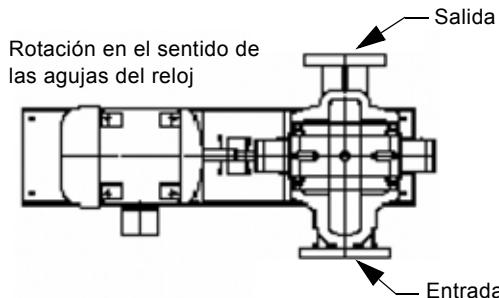

Fig. 10 Vista esquemática de una bomba KP, rotación en el sentido de las agujas del reloj
- Compruebe la alineación del eje una vez más tras conectar definitivamente las tuberías a la bomba, verificar el cableado del motor, establecer el sentido de rotación correcto y llenar de líquido las tuberías. Consulte las figs. 10 y 11.